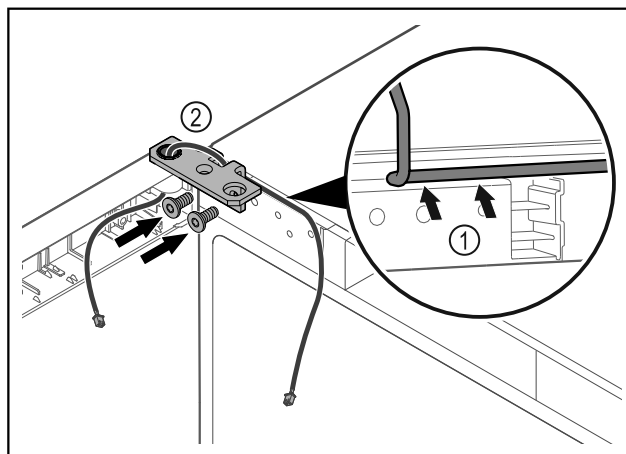

Fig. 38
- Проведите кабель через отверстие в шарнирном уголке и аккуратно уложите его Fig. 38 (1).
- Привинтите шарнирные уголки Fig. 38 (2).